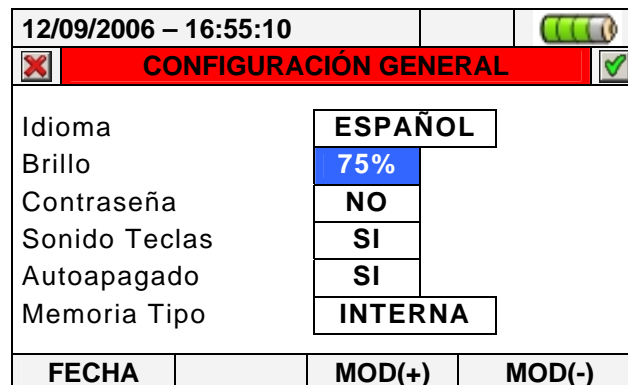

Fig. 11: Pantalla regulación brillo del visualizador
1. Posicione el cursor con las teclas flecha arriba o abajo sobre el campo correspondiente a la función "Brillo" marcado sobre fondo azul, como muestra la Fig. 11: